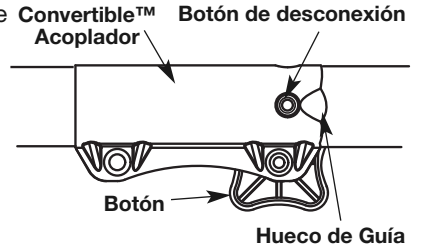

Fig. 1
2. Oprima y sostenga oprimido el botón de liberación (Fig. 1).
NOTA: La alineación del botón de desconexión con la guía ayuda en la instalación (Fig. 1).